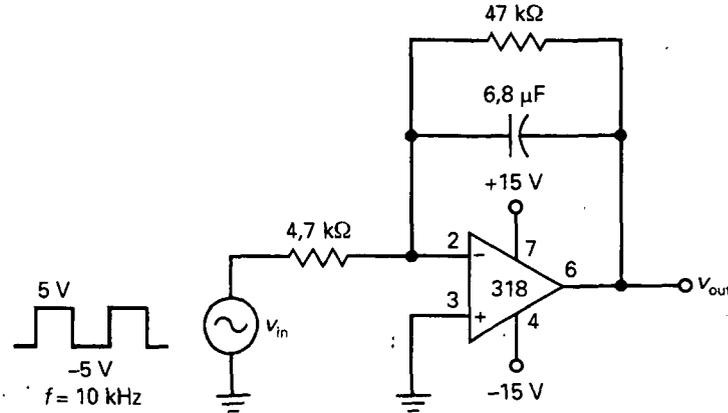

Figura 22-47
- 22-20. ¿Cuál es la tensión de salida en la Figura 22-47?
- 22-22. En la Figura 22-47, ¿qué le sucede a la tensión de salida si la frecuencia cambia a 5 kHz? ¿Y a 20 kHz?